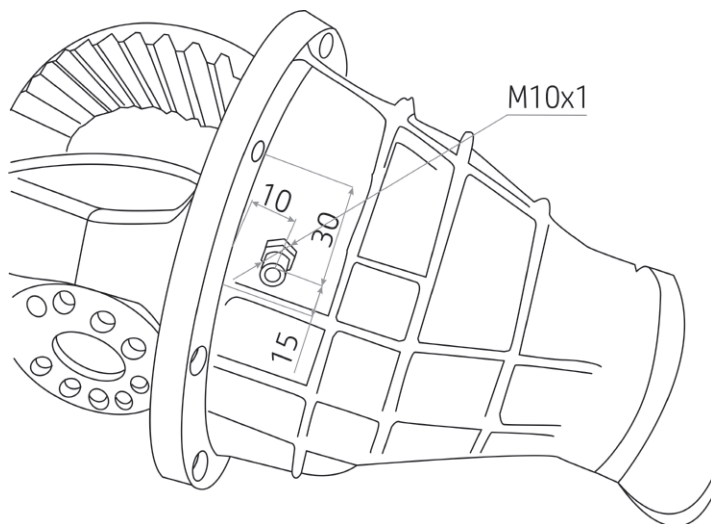

Рис. 2
1. Просверлите в картере моста сквозное отверстие сверлом  $\varnothing 8,5..9$  мм (см. раздел Инструменты) на расстоянии не менее 10 мм от края фланца и 15 мм от края технологического прилива (Рис. 2). Нарезьте резьбу метчиком M10x1 (см. раздел Инструменты).